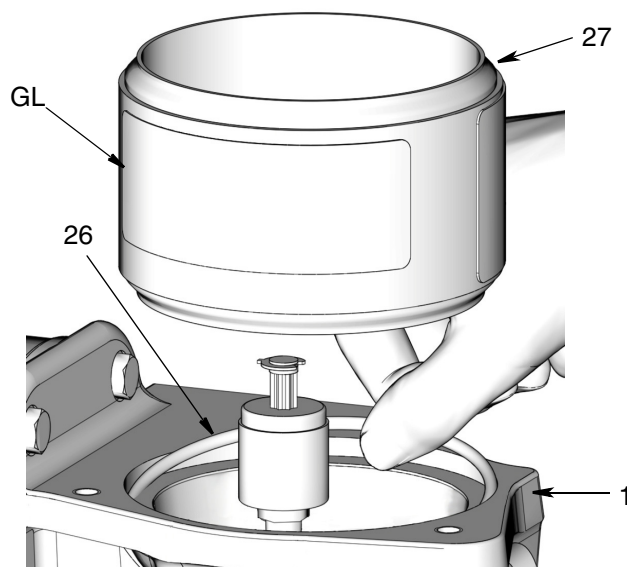

Рис. 58
10. Нанесите тонкий слой консистентной смазки на уплотнительное кольцо круглого сечения (26). Вставьте уплотнительное кольцо круглого сечения (26) в паз на основании насоса (1), как показано на Рис. 58.
11. Установите резервуар (27) в основание насоса (1) с идентификационной этикеткой компании Graco (GL) обращенной к передней стороне основания насоса, как показано на Рис. 58. Соблюдайте осторожность, чтобы не пережать или не сместить уплотнительное кольцо круглого сечения.